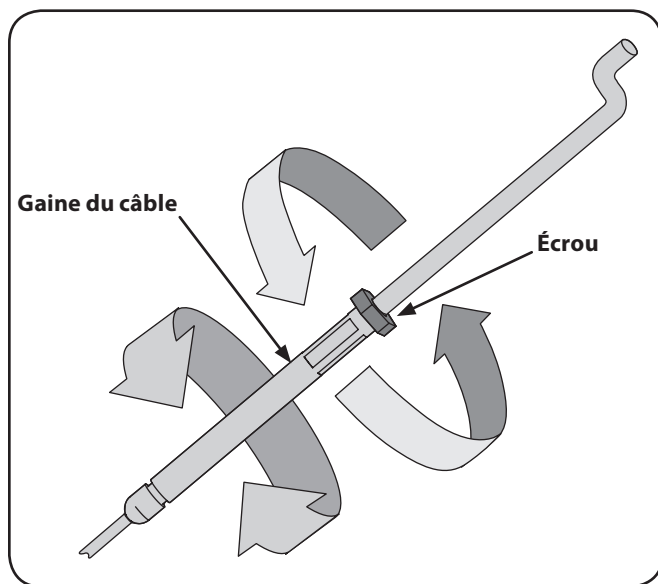

Figure 3-8
2. Desserrez l'écrou hexagonal pour ajuster le câble de marche avant ou le câble de marche arrière. Voir Figure 3-8.
3. Tournez la gaine du câble deux fois pour augmenter ou réduire la tension du câble. Voir Figure 3-8.
4. Resserrez l'écrou autobloquant contre la gaine du câble. Voir Figure 3-8.